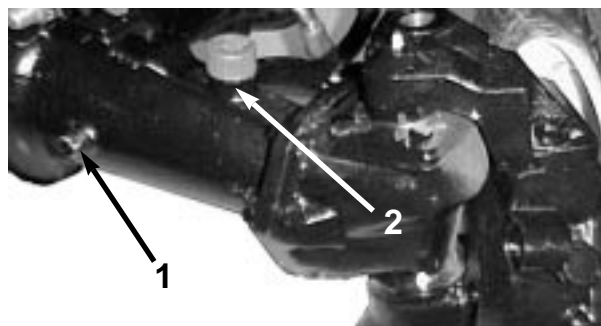

図 21
2. アクスルの一方の端部から点検用プラグ(図21)を抜き、穴の下端まで潤滑油があることを確認する。量が不足の場合は、給油プラグ(図21)をはずして補給する。